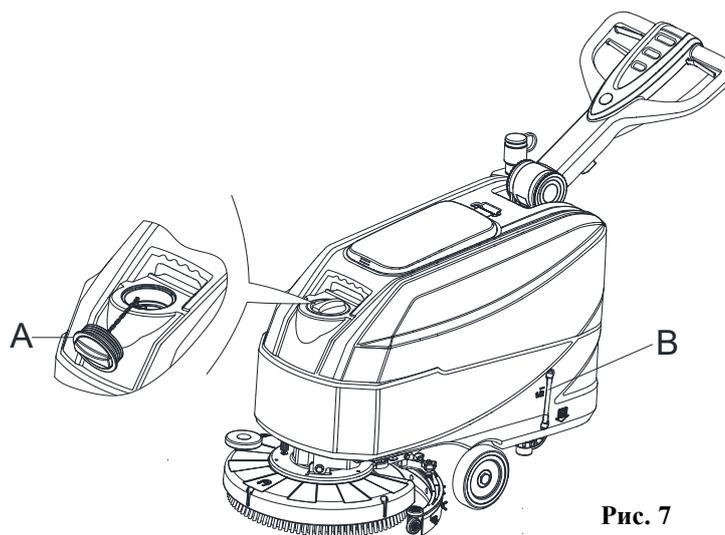

Рис. 7
1. Откройте крышку заливного отверстия для воды (А, Рис. 7).
3. Не переполняйте бак, следите за индикатором уровня воды (В, Рис. 7).